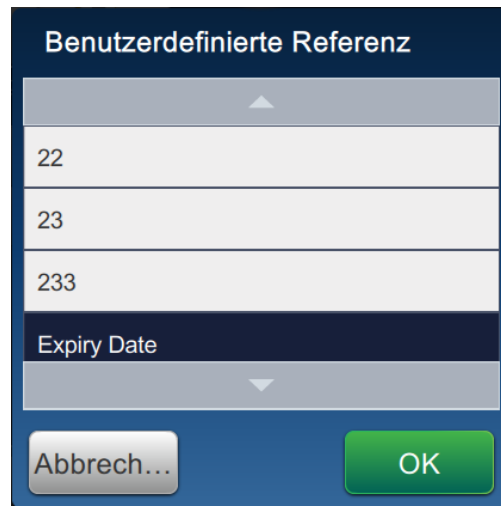

Abbildung 6-12: Liste für benutzerdefinierte Referenzen
8. Wählen Sie das Ablaufdatum aus der Liste der benutzerdefinierten Referenzen, wie dargestellt in Abbildung 6-12.
14. Wählen Sie das Ablaufdatum aus der Liste der benutzerdefinierten Feldreferenzen, wie dargestellt in Abbildung 6-12.